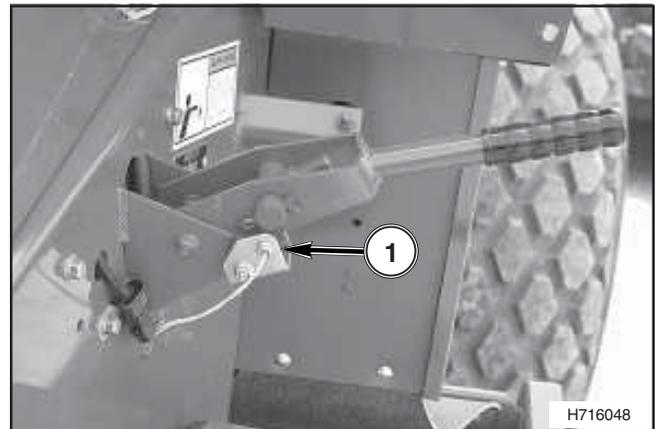

FIG. 12
FIG. 12: il freno del volano serve ad impedire la rotazione del volano. L'interruttore (1) del freno del volano controlla la posizione della leva del freno del volano. Se questa leva è abbassata (freno inserito), si genera un allarme che avverte l'operatore.